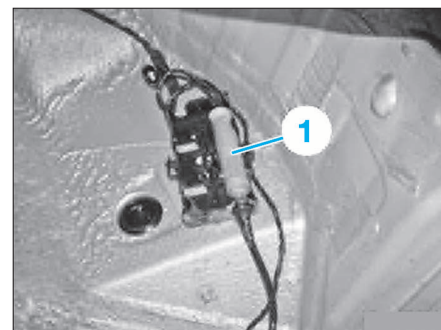

FIG. 31
- Tirer l'habillage de passage de roue (2) légèrement sur le côté.
- Dégager le câble (3) de ses supports.
- Débrancher le connecteur (1) (Fig.31).